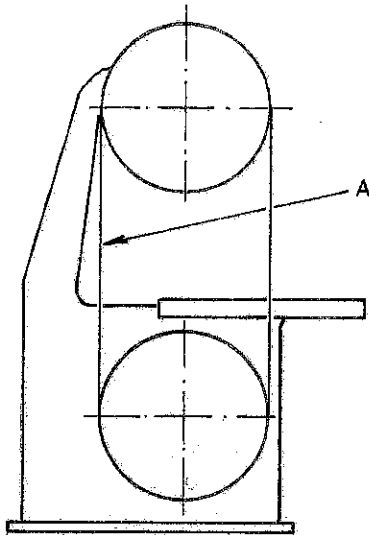

Fig. 1
- 2) Håll klingan lagom sträckt. Som ett gott riktvärde brukar sägas, att man stående framför sågen och med öppet hjulskydd fattar klingan vid den fria delen vid (A) fig. 1, med tumme och pekfinger. Man bör då kunna - utan ansträngning - böja klingan åt höger och vänster c:a 10 mm. från normalläget.